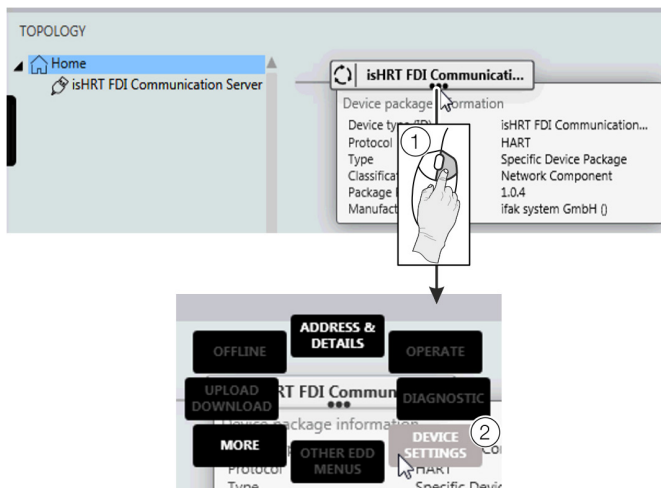

Abbildung 68: FIM – „Device Settings“ auswählen
6. Rechtsklick ① wie in **Abbildung 68** dargestellt.
7. „DEVICE SETTINGS“ ② wie in **Abbildung 68** wählen.